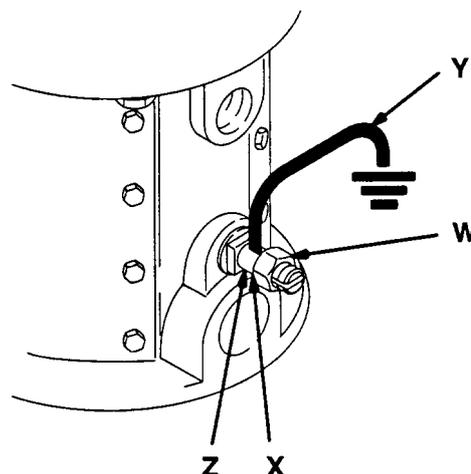

Fig. 1
- 1 *Pompe* : utiliser un fil et une pince de terre, comme indiqué par la fig.1.
Pour mettre la pompe à la terre : Desserrer l'écrou de blocage (W) et la rondelle (X) de la cosse de mise à la terre. Introduire une extrémité d'un fil de terre (Y) d'au moins 1,5 mm² dans la fente de la cosse (Z) et resserrer solidement l'écrou de blocage. Voir fig. 1. Pour commander un fil et une pince de terre, voir page 14. Raccorder l'autre extrémité du fil à une vraie terre.